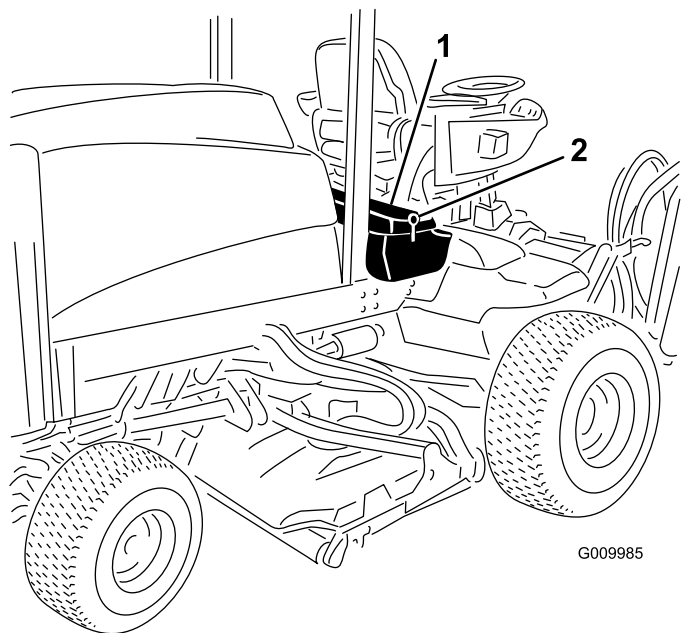

Figura 32
1. Desenganche y levante el panel de la consola del operador (Figura 32).